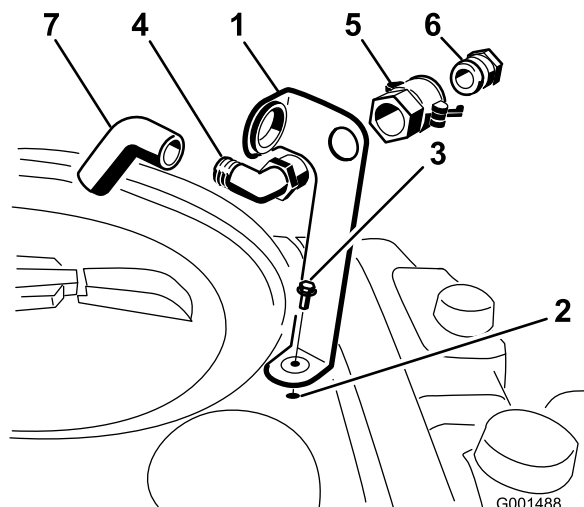

Bild 3
mit einem Bundbolzen (5/16" x 3/4"), wie in Bild 3 abgebildet.
2. Stecken Sie das Gewinde des 90-Grad-Krümmers durch die Halterung und schrauben Sie die Schnellkupplung auf. Befestigen Sie sie an der Halterung (Bild 3).
3. Montieren Sie den Schlauchadapter auf die Schnellkupplung (Bild 3).
4. Drehen Sie die Hebel zum Adapter, um ihn zu arretieren. Befestigen Sie ihn dann mit den Splinten (Bild 3).
5. Stecken Sie den Rücklaufschlauch durch die große Öffnung in der Halterung und auf das Krümmerende des 90-Grad-Winkelanschlusses (Bild 3).